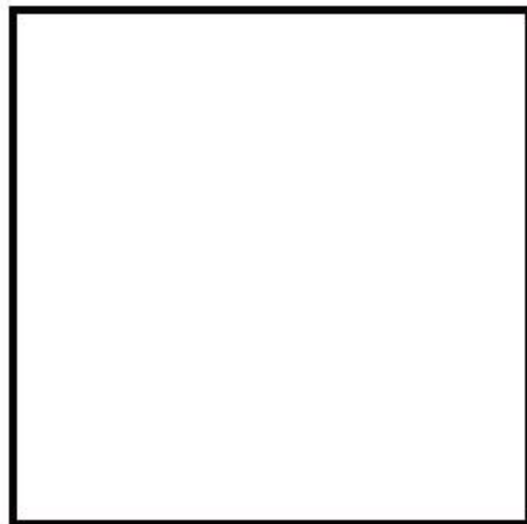

图3-108 绘制矩形
**01** 新建一个空白文件。调用REC【矩形】命令，绘制一个500×500的矩形，如图3-108所示。